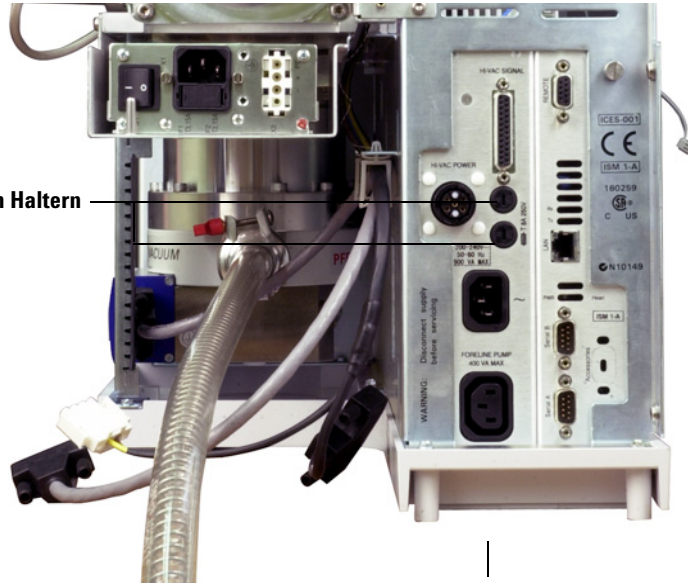

Abb. 25 Primäre Sicherungen
- 2 Drehen Sie einen der Sicherungshalter (Abbildung 25 auf Seite 143) gegen den Uhrzeigersinn, bis er herausspringt. Die Sicherungshalter sind gefedert.